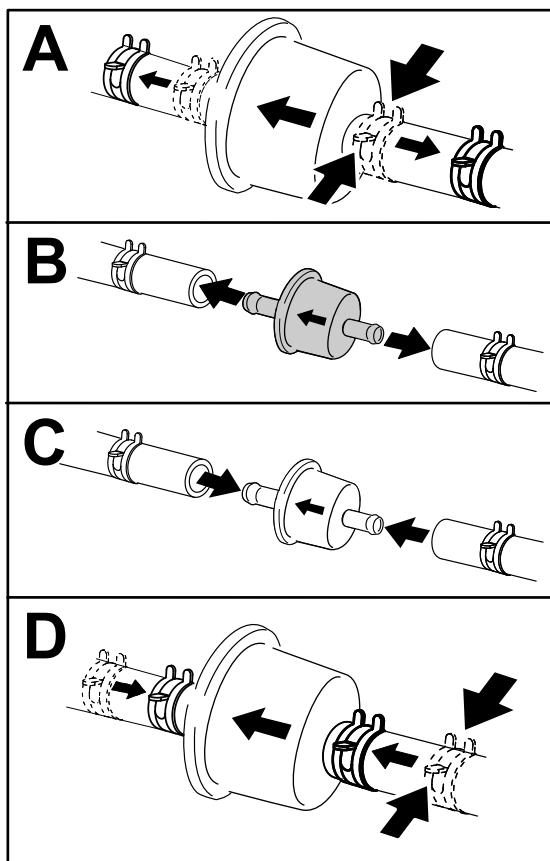

Figura 51
3. Cambie el filtro (Figura 51).